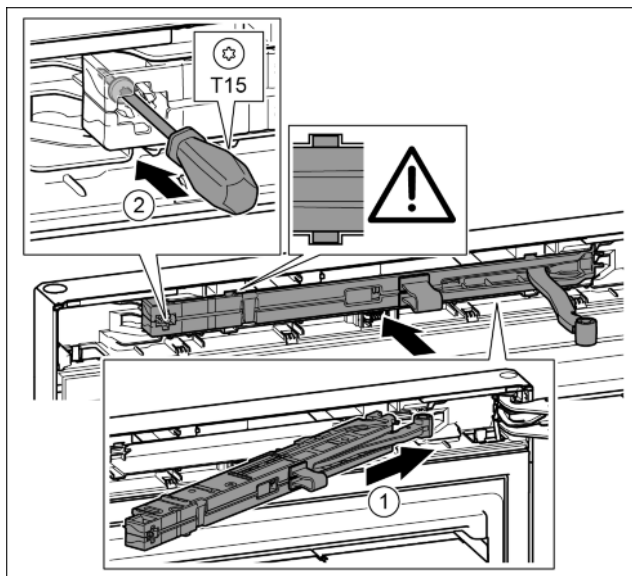

Fig. 39
- ▶ Amortyzator zamykania drzwi po stronie płytki zawiasu wsunąć ukośnie w zagłębienie aż do oporu. Fig. 39 (1)
- ▶ Śrubę przykręcić przy pomocy śrubokręta T15. Fig. 39 (2)